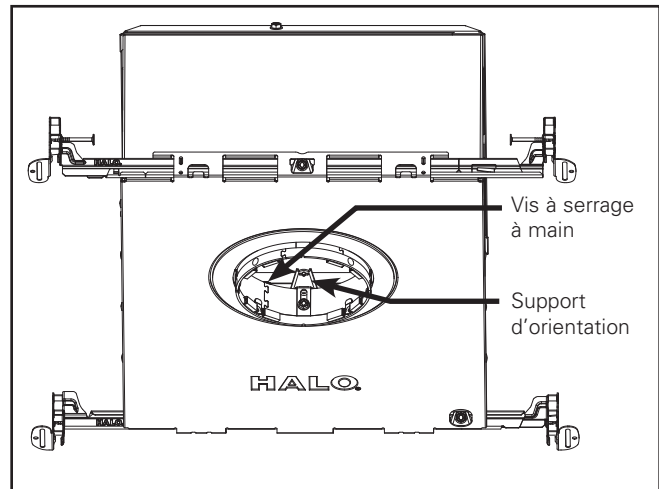

Figure 10
1. Desserrez les vis à serrage à main situées à gauche du support d'orientation. (Figure 10).
2. Tournez le support d'orientation (Figure 10) vers la direction désirée. Serrez la vis à serrage à main.